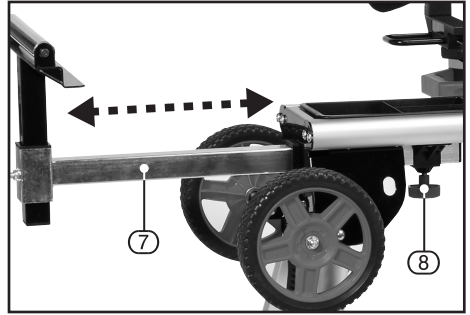

FIG.17
9.1 ROLLER BARS/EXTENSION BAR ADJUSTMENT– FIGS.17 – 18